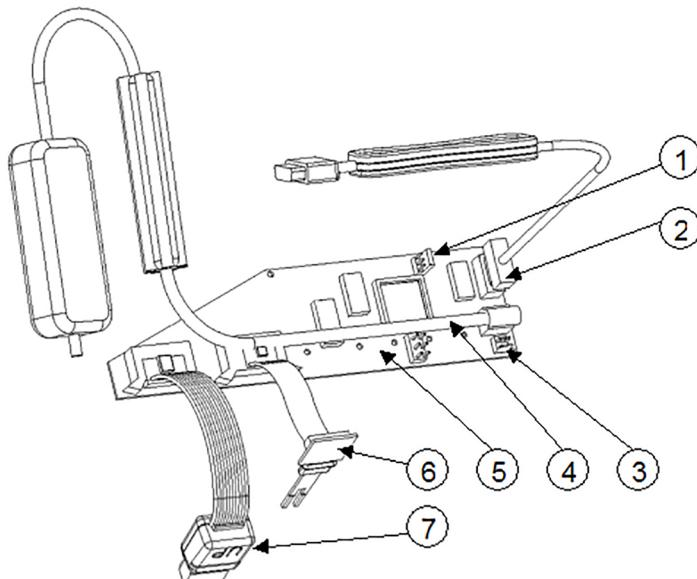

Abbildung 30 Platinenanschlüsse in der GC25
2. Ziehen Sie das Radiosondenkabel ab, indem Sie die Verriegelungen am auf der linken Seite befindlichen Anschlussclip öffnen. Siehe Abbildung 30 \(Seite 132\).
5. Stecken Sie das neue Kabel in den Anschlussclip auf der linken Seite. Siehe 7 in Abbildung 30 \(Seite 132\).